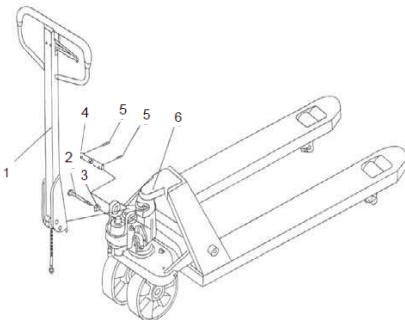

Fig. 5: Montaggio del timone (raffigurazione grafica)
- c. Spingere il timone in basso e rimuovere la spina (fig. 5, pos. 2).
- d. Portare la leva di comando presente sull'impugnatura in posizione "Sollevamento rapido" / "Sollevamento", sollevare la piastra della leva con la vite (fig. 5, pos. 2) ed introdurre la vite di regolazione nella fessura anteriore presente nella piastra della leva. Avvertenza: il dado di regolazione deve trovarsi sotto la piastra della leva.
- e. Inserire la seconda spina di registro (fig. 5, pos. 5) nel secondo foro presente nel perno, usando un martello.